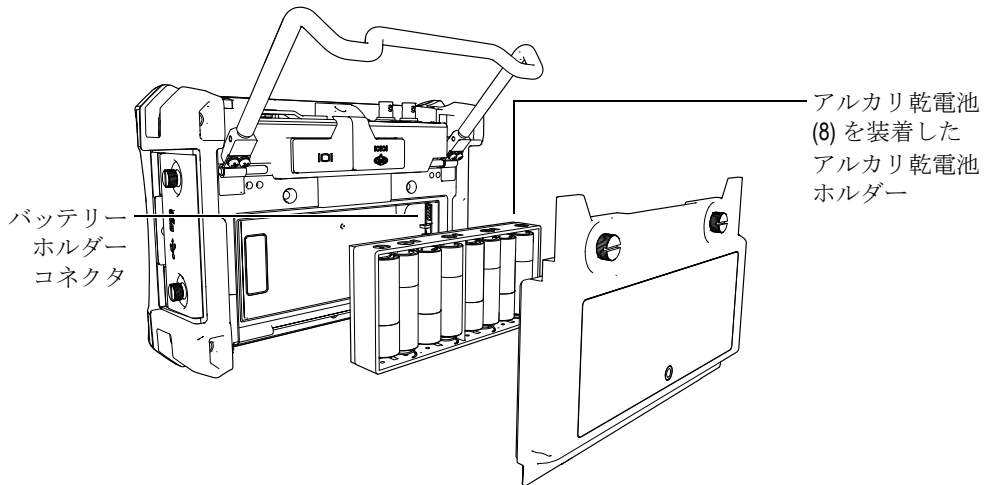

図 1-11 アルカリ乾電池ホルダー
6. アルカリ乾電池ホルダーをバッテリー収納部に置きます（33 ページ図 1-11 参照）。